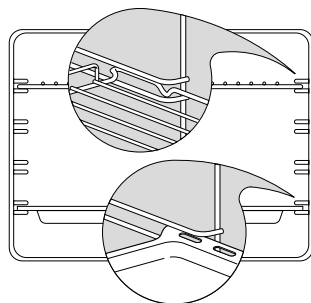

Figura 15 Posizione corretta dei ripiani e leccarda
- Inserire ripiani e leccarde. Se non si stanno usando i supporti del ripiano scorrevole, allora far scorrere ripiani e leccarda come mostrato alla figura 15. Inserirli nelle guide metalliche, con la tacca di blocco di sicurezza verso il basso e sul retro.